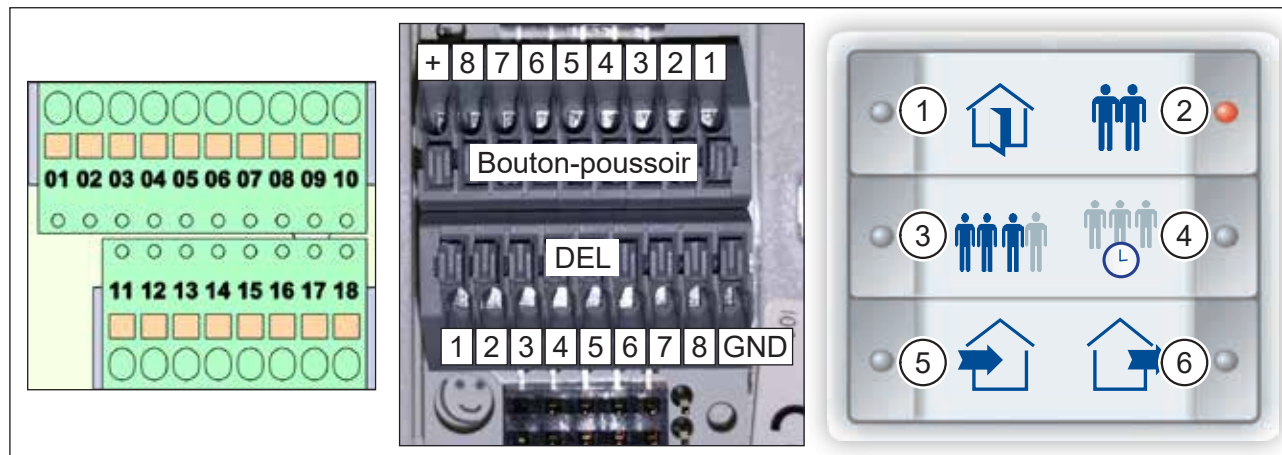

Fig. 27 : Borniers sur l'appareil d'aération, borniers du capteur à touche InControl, étiquette
- ▶ Après le câblage, posez l'étiquette (Fig. 27) dans le capteur à touche InControl.